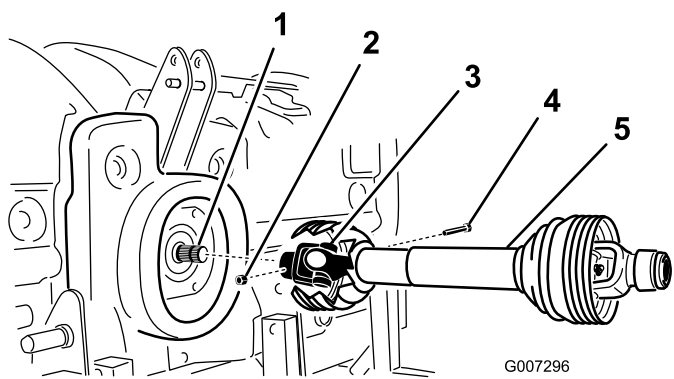

図 8
2. PTO シャフトをギアボックスの入力シャフトに接続する； 1/2 x 3.00 in ボルトと 1/2 in ナットを使用する（図 8）。